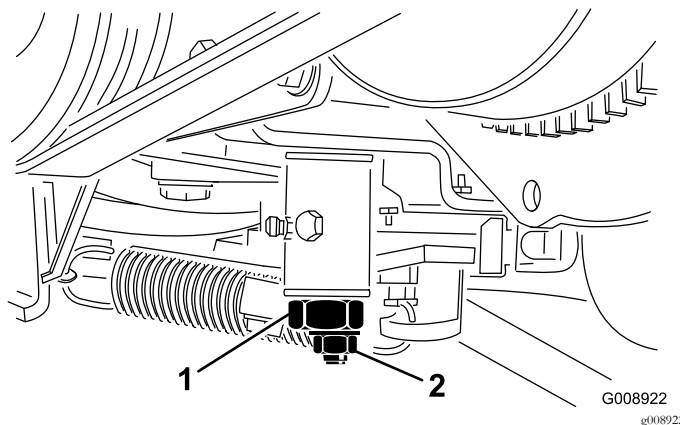

Figura 68
3. Allentate il dado di bloccaggio sulla camma di regolazione della trazione (Figura 68).